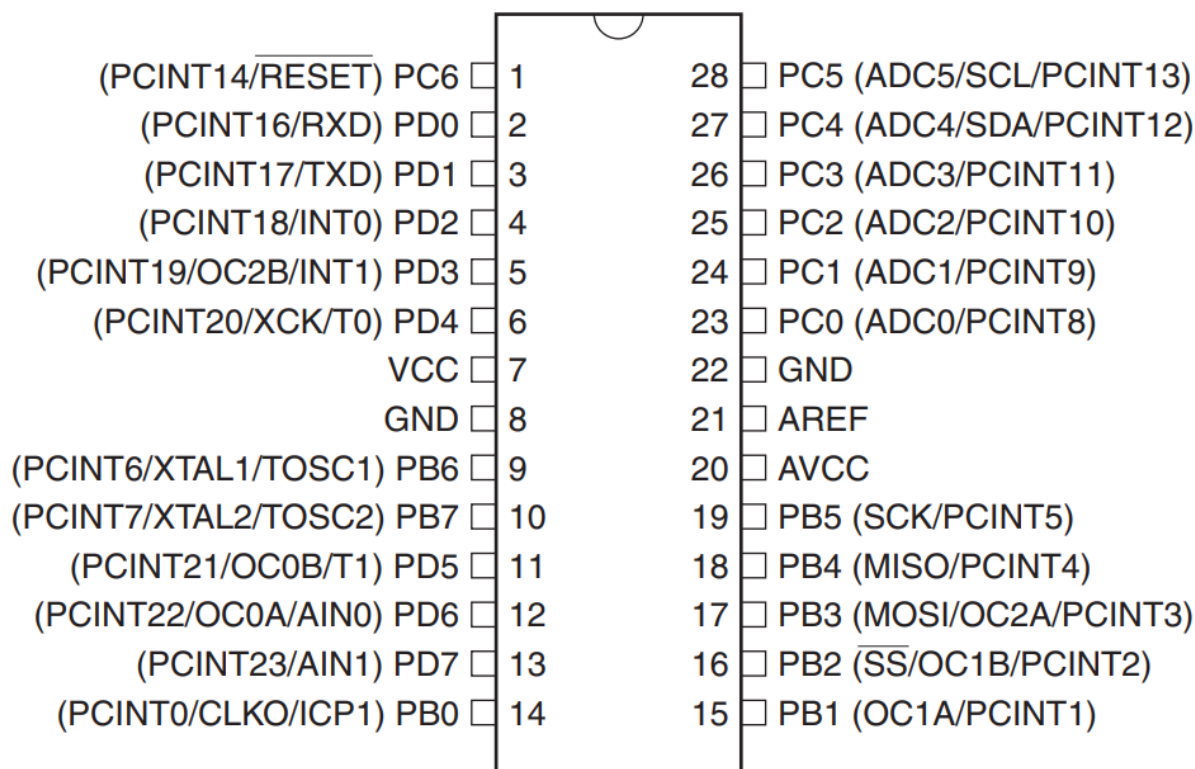

Рисунок 5 – Схема расположения выводов МК ATmega238P
4) Порты и корпуса (рисунок 5):